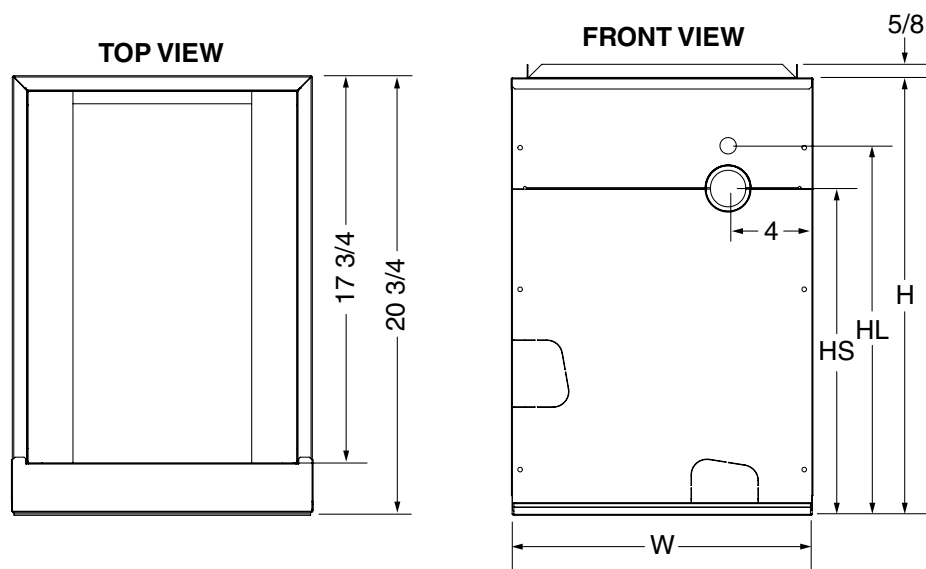

Figure 5. Coil Dimensions
2. Installez le boîtier du serpentín sur la sortie d'air de la fournaise et mettez-le au niveau au besoin pour assurer l'évacuation adéquate du condensat. Au besoin, fabriquez une plaque pour adapter le serpentín à l'ouverture d'évacuation d'air. Voir la Figure 5 \(page 8\) pour les dimensions du serpentín.